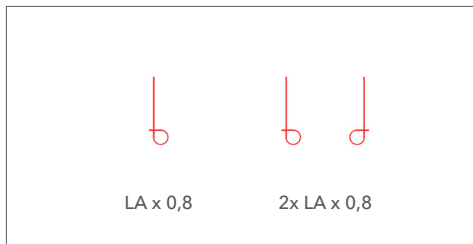

Abbildung 1
B) FESTGEZOGENE SCHLINGE (SIEHE ABBILDUNG 1)